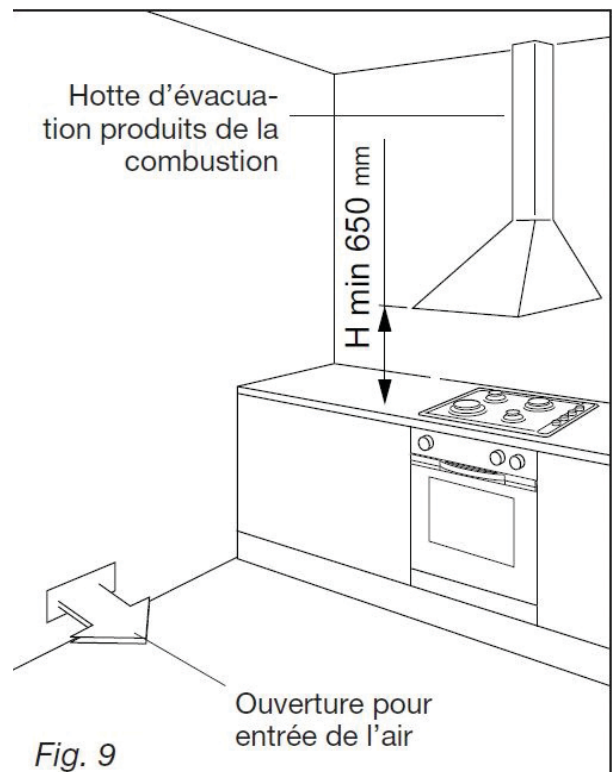

Fig. 9
- S'il se trouve au-dessus de la table de cuisson un meuble suspendu ou une hotte, maintenez entre la table et le meuble ou la hotte une distance minimale de 650 mm (voir fig. 9).
- Les produits de la combustion doivent être évacués au moyen d'une hotte reliée directement à un tuyau de cheminée ou directement à l'extérieur (voir fig. 9).